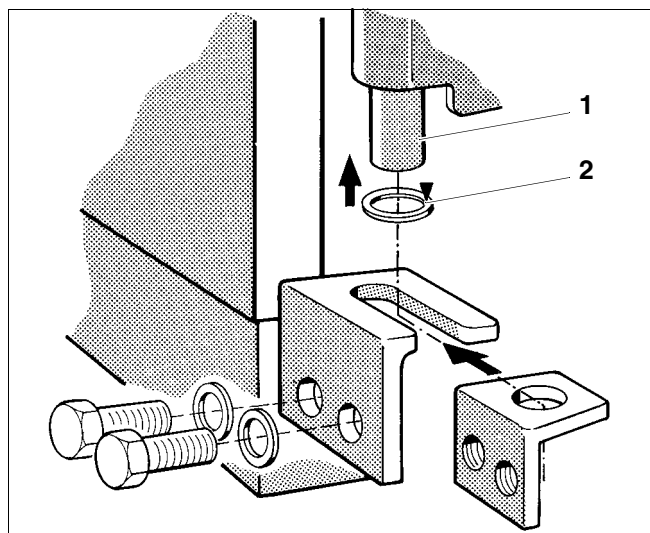

Fig. 5 Montaj ușă cazan
- Șaiba de jos (Fig. 5, **Poz. 2**) îmbibați-o cu unsoare (săgeata mică din Fig. 5) și împingeți-o spre bolțurile (Fig. 5, **Poz. 1**) balamalei din stânga jos.
Șaiba trebuie să se afle în cazul ușii închise pe bolțul balamalei (Fig. 5).